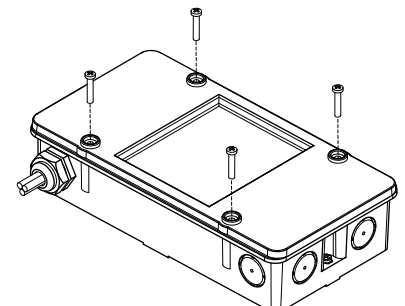

Fig. 7
1. Open housing (Fig. 7).
6. Close housing using supplied screws (Fig. 7).
1. Öffnen Sie das Gehäuse (Fig. 7).
6. Schliessen Sie das Gehäuse mit den mitgelieferten Schrauben (Fig. 7).